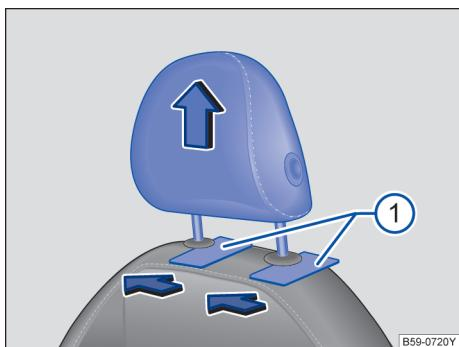

图 84 拆卸和安装前排头枕
- 松开头枕时，一人用一扁平器具（例如，塑料卡片）插入靠背套与头枕导杆护套之间 → 图 84①，同时另一人将头枕完全拔出。